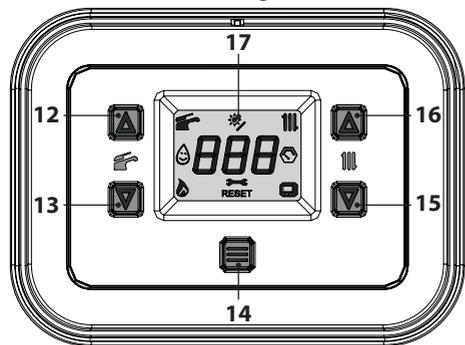
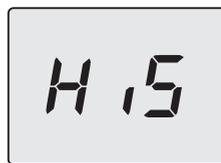

Figura 5.43
Figura 5.44
- Entrare in "modalità programmazione" premendo contemporaneamente per 5 secondi i tasti 13 e 15 (Figura 5.43) fino a far apparire sul display LCD le lettere **HiS** che indicano il menu "Storico delle caldaia" (Figura 5.44).
- Premere per 1 sec. il tasto 14 (Figura 5.43) per entrare nel parametro selezionato. Il display visualizzerà quanto segue (Figura 5.47).
- Premendo il tasto 14 (Figura 5.43) si ottiene la conferma del valore inserito. Il display visualizzerà per 5 sec. quanto segue (Figura 5.48) poi, si porterà al livello superiore.
- Premendo contemporaneamente i tasti 13 e 15 (Figura 5.43) si esce senza modificare il valore (ritorno al livello precedente).
- tenere premuti contemporaneamente i tasti 13 e 15 per 5 sec. (Figura 5.43) (ritorno al livello precedente).